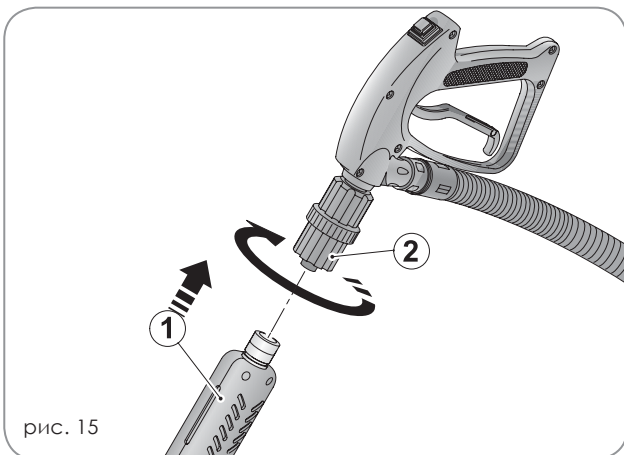

рис. 15
Вращением зажимного кольца (2) присоедините выбранную оснастку (1) к рукоятке шланга, как показано на рис. 15.